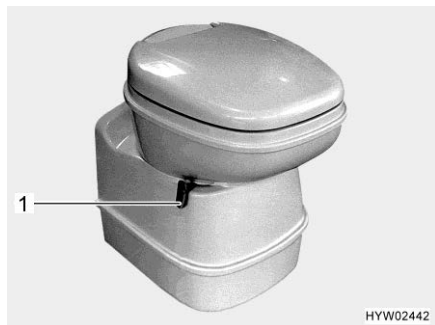
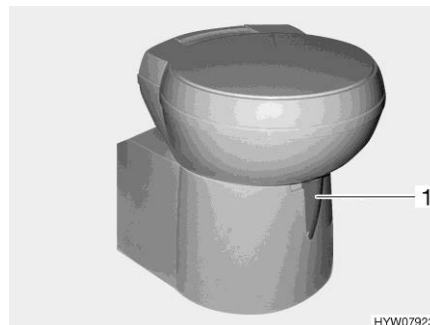

Fig. 291 Cuvette Thetford, orientable
Fig. 292 Cuvette Thetford, orientable (alternative)
- Avant d'actionner la chasse d'eau, ouvrir le curseur des toilettes Thetford. Pousser pour cela le levier du curseur (Fig. 291,1 ou Fig. 292,1) dans le sens inverse des aiguilles d'une montre.